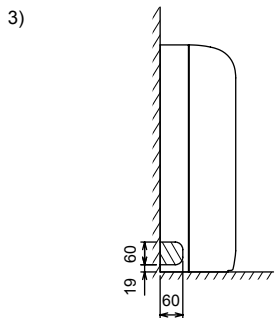

Fig. 3-9
3) Για αριστερή σωλήνωση (Fig. 3-9)